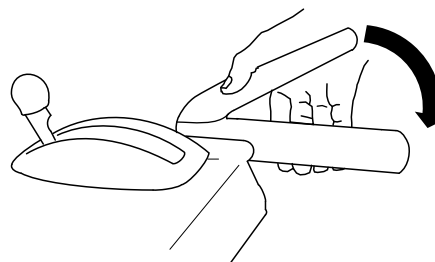

Figure 23
1. Pour engager la vis sans fin/turbine, serrez le levier droit (vis sans fin/turbine) contre la poignée (Figure 23).